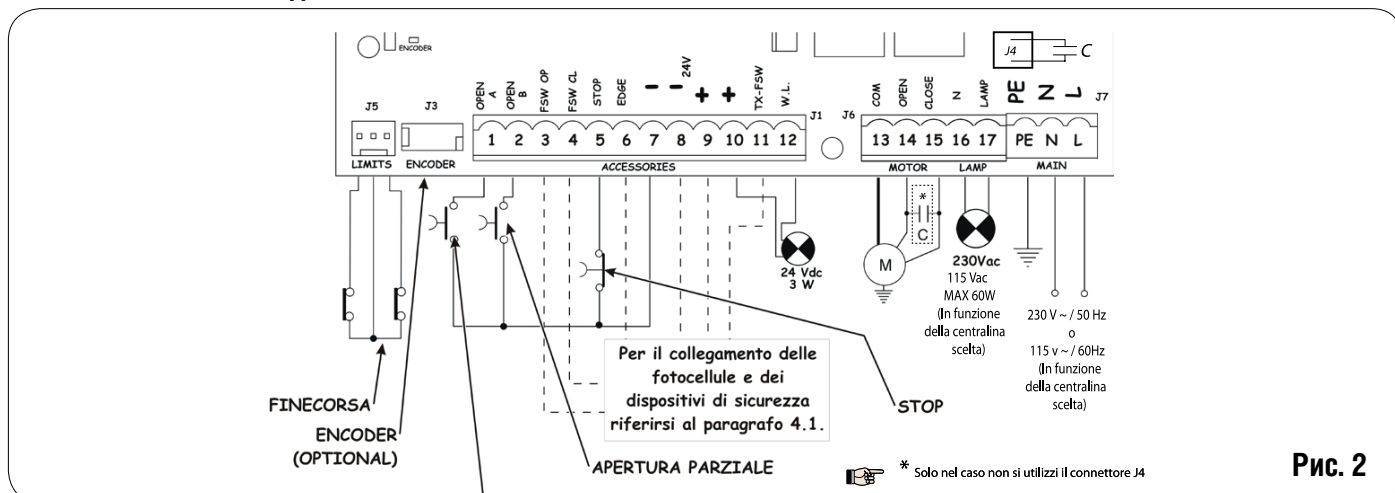

Рис. 2
- 4.2. J7 - Подключение питания (рис. 2)
- 4.3. J6 - Подключение двигателя и сигнальной лампы (рис. 2)
- 4.4. J1 - Подключение аксессуаров (рис. 2)
- 4.6. J6 - Разъем для подключения концевиков (рис.2)
- 4.7. J3 - Разъем для подключения энкодера (рис.2)
Подсоедините провод заземления к соответствующей клемме на колодке J3 платы управления (см.рис.2).
4.2. КЛЕММНЫЙ РАЗЪЕМ J7 - ПИТАНИЕ (РИС. 2)